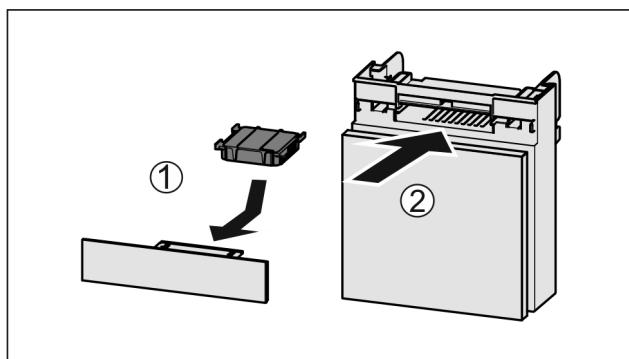

Fig. 119
- ▶ Поставете Fig. 119 (1) филтъра с активен въглен, както е показано на фигуранта.
- ▶ Вкарайте Fig. 119 (2) отделението.